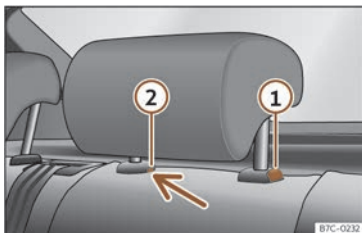

Fig. 72 Appuie-tête arrière : démontage.
- Appuyez sur la touche >>> fig. 72 ① en appuyant simultanément sur le trou de la serrure ② avec un tournevis plat d'une largeur maximale de 5 mm et retirez l'appuie-tête.